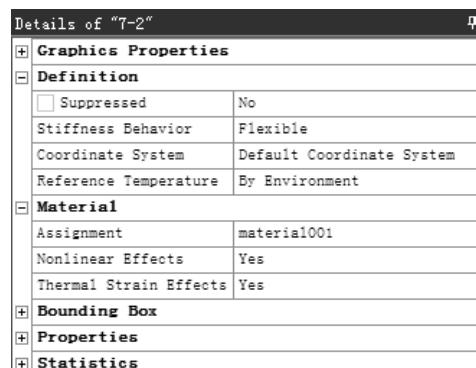

图 2.2.12 设置材料属性
- (2) 然后在图 2.2.12 所示的“Details of ‘7-2’”窗口中单击 **Structural Steel** 后的 **...** 按钮，在弹出的下拉列表中选择 **material001** 选项。